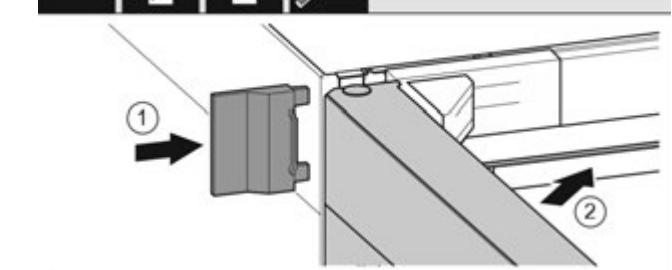

Fig. 21
- Насуньте зовнішню кришку. *Fig. 21 (1)*
- Закрійте верхні дверцята. *Fig. 21 (2)*